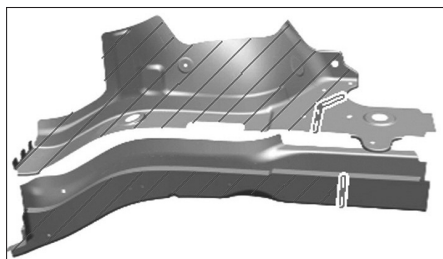

FIG. 22
- Reporter les lignes de coupe sur les pièces neuves et procéder à la découpe (Fig.22).